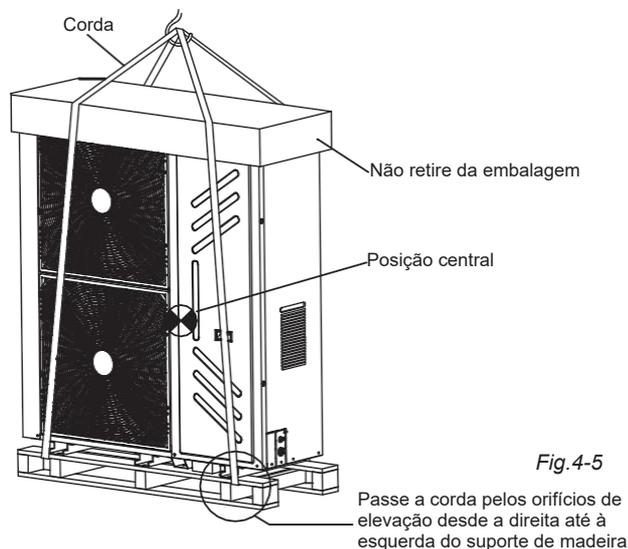

Fig. 4-5
- 2) Mantenha sempre a un. na posição vertical quando a mover. Se tiver que inclinar a un. para colocá-lo no lugar, certifique-se de que a inclinação não excede os 30°. Veja a Fig. 4-5. Mova e levante a unidade com muito cuidado.